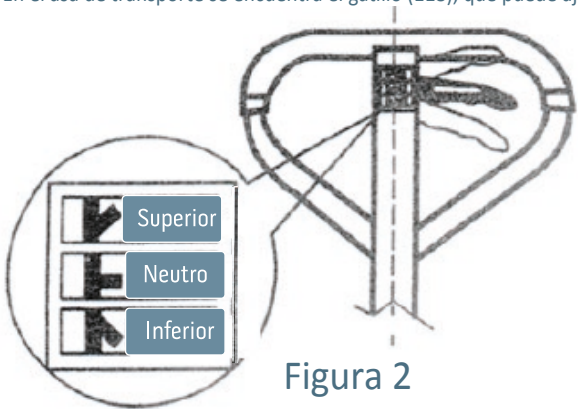

Figura 2
En el asa de transporte se encuentra el gatillo (118), que puede ajustarse en tres posiciones (véase la figura 2).